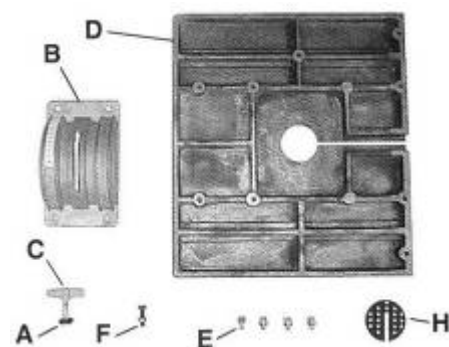

Рисунок 4.
4.5. Сборка станка (рис. 4; 5; 6.).
В центр стола установите круглую сетку (H рис. 4; 5; 6.) для отвода стружки и пыли из зоны обработки, совместив прорезь сетки с прорезью стола.